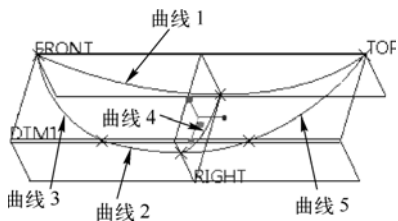
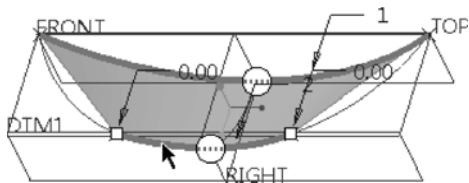

图 7-42 已有的 5 条曲线
图 7-43 指定第一方向曲线
① 在“快速访问”工具栏中单击“打开”按钮, 弹出“文件打开”对话框，选择配套范例文件“bc_7_boundaryb_2.prt”，然后单击“文件打开”对话框中的“打开”按钮。打开的文件中存在着如图 7-42 所示的 5 条曲线。
② 在功能区区的“模型”选项卡的“曲面”面板中单击“边界混合”按钮, 打开“边界混合”选项卡。
③ 此时，“边界混合”选项卡中的“第一方向链收集器”处于被激活的状态，在图形窗口中选择曲线 1，接着按住〈Ctrl〉键的同时选择曲线 2，如图 7-43 所示。